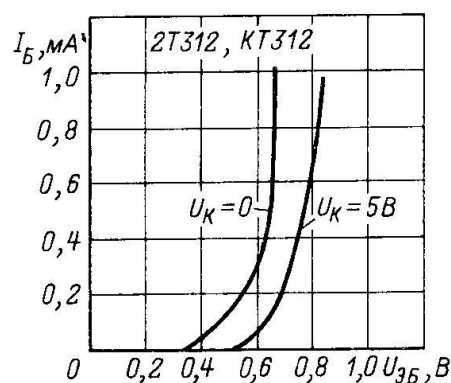

Рис.2.2
4.7. По входной характеристике транзистора КТ312А в схеме с общим эмиттером (рис. 2.2) определить входное сопротивление переменному току при напряжении на коллекторе 5 В и напряжении на базе 0,8 В.